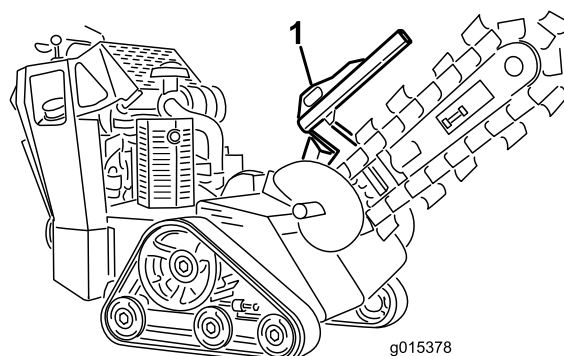
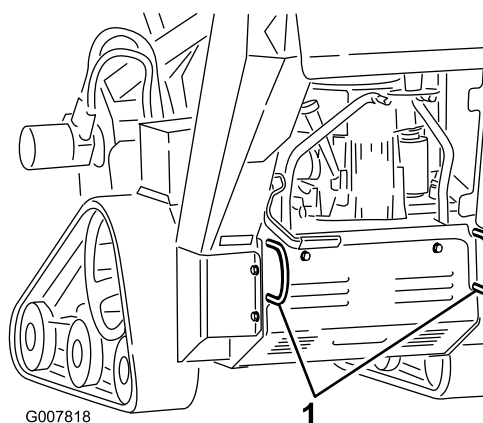

Figure 18
Figure 19
3. Pour arrimer la machine sur la remorque, passez des chaînes ou des sangles dans les points d'attache/de levage situés à l'avant et à l'arrière de la machine (Figure 18 et Figure 19). Reportez-vous aux ordonnances locales concernant les exigences d'arrimage et de remorquage.
Vous pouvez soulever la machine en vous servant des points d'attache/de levage (Figure 18 et Figure 19).